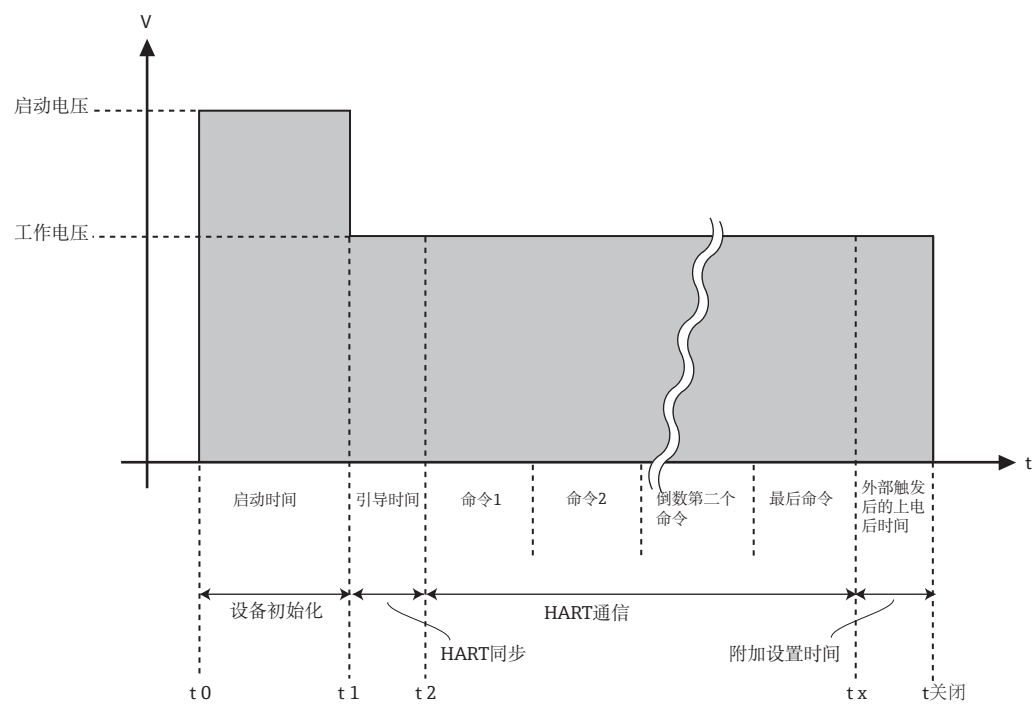

图 8-3: 现场设备电源参数
- 在图 8-3 和下表的“现场设备电源”中提供每个参数的说明。